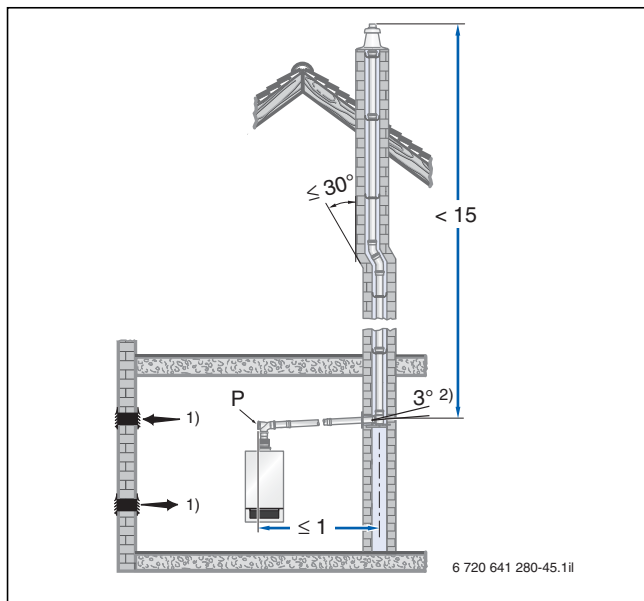
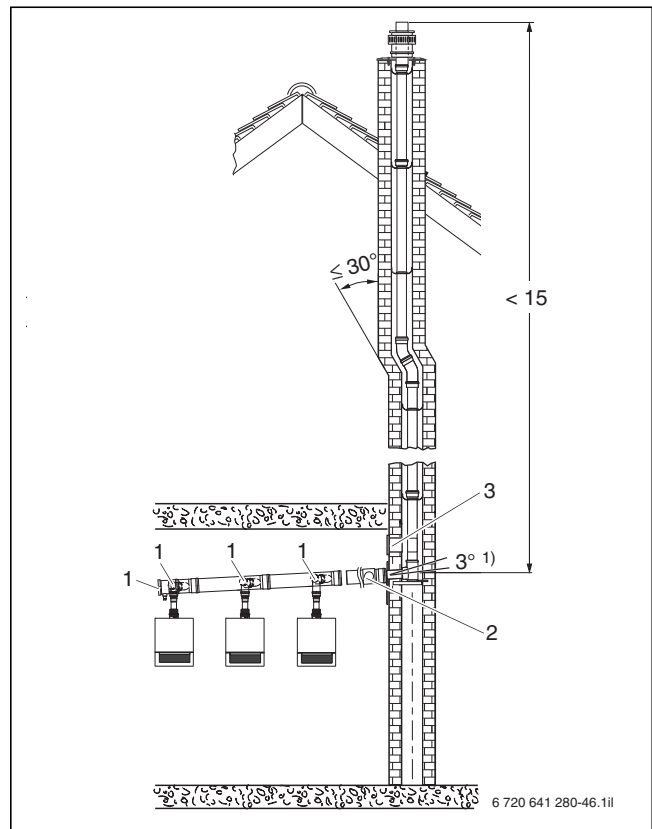

Bild 78 Beispiel zur Anordnung der Prüföffnung (P) bei einer waagerechten Abgasleitung ohne Umlenkung im Aufstellraum (Maße in m)
Bild 79 Beispiel zur Anordnung der Prüföffnung bei einer Kaskade (Maße in m)
Gemäß DIN 18160-1 und DIN 18160-5 müssen Abgasanlagen für raumluftabhängigen Betrieb leicht und sicher zu überprüfen und ggf. zu reinigen sein. Hierzu sind Prüföffnungen einzuplanen (→ Bild 78 und Bild 79).
- Beim Anschluss des Logamax plus GB182i (K) an eine Abgasleitung ist eine untere Prüföffnung anzuordnen
- An der Stirnseite im geraden, waagerechten Abschnitt der Abgasleitung höchstens 1 m von der Umlenkung in den senkrechten Abschnitt entfernt, sofern sich dazwischen keine Umlenkung befindet (→ Bild 78) **oder**
- Seitlich im waagerechten Abschnitt der Abgasleitung höchstens 30 cm von der Umlenkung in den senkrechten Abschnitt entfernt (→ Bild 79, [2]).
- Die untere Prüföffnung bei DN 160 und DN 200 entsprechend Bild 79, [2] angeordnet ist
- Die untere Prüföffnung nach DIN 18160-1 und 18160-5 ausgeführt ist (→ Bild 78 und Bild 79).